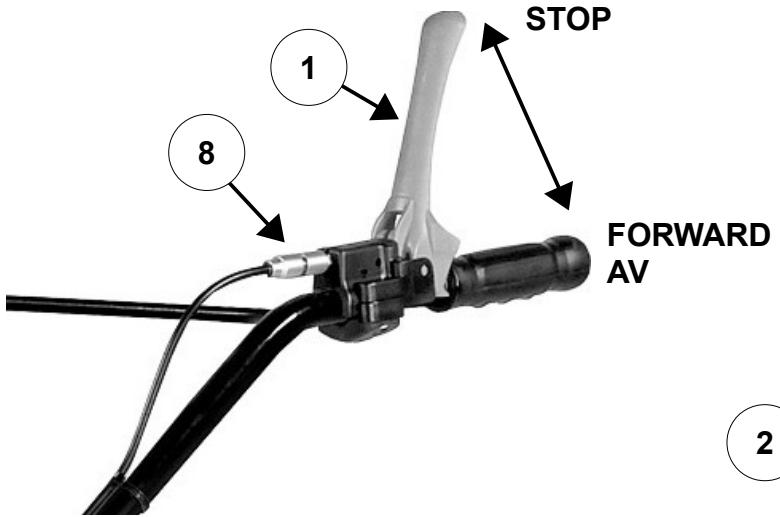

FIG. 2
- Presionar la palanca de avance (fig.2 n.1): la máquina se pone en marcha.
- Para detener la máquina suelte la palanca de avance (fig.2 n.1)